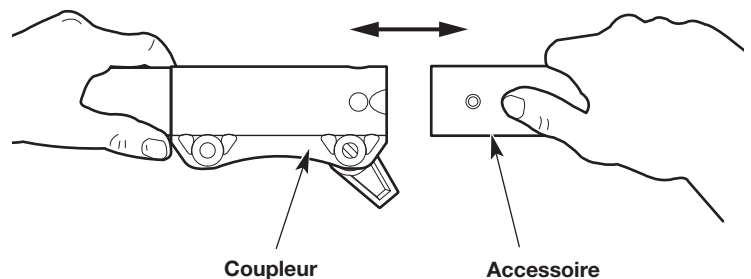
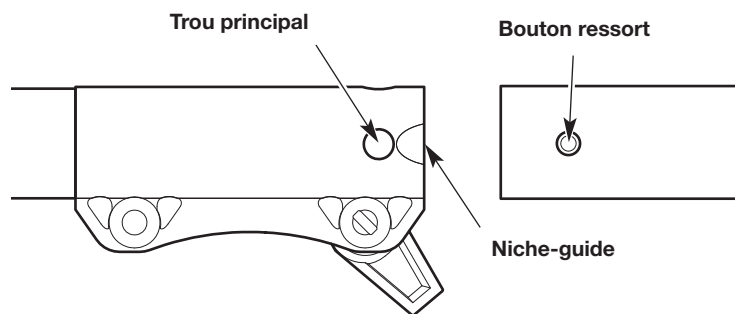

Fig. 4
Fig. 5
4. Alignez le bouton de déclenchement avec la rainure de guidage (Fig. 5).
5. Poussez l'accessoire directement dans le coupleur (Fig. 4) jusqu'à ce que le bouton de déverrouillage s'enclenche fermement dans l'orifice principal (Fig. 5).
3. Appuyez et maintenez enfoncé le bouton de déclenchement (Fig. 5).
4. Retirez l'accessoire du coupleur (Fig. 4).